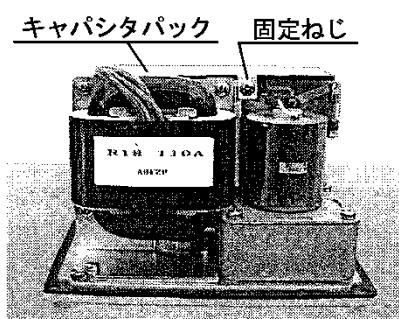

図1
- 2) キャパシタパックの固定ねじ2個を外してください。(図1、2参照)